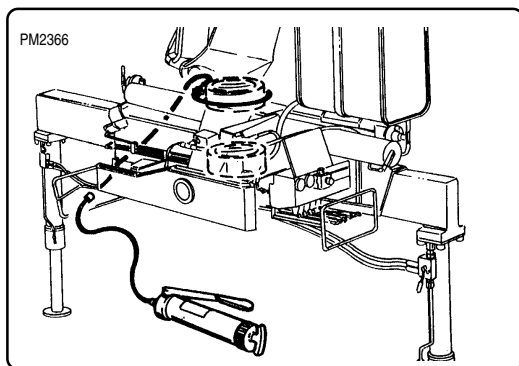

fig. 8.6.1
8.6 - Ingrassaggio boccole rotazione (fig. 8.6.1)
8.6 - Greasing the slewing system bushings (fig. 8.6.1)
L'ingrassaggio delle boccole della rotazione va effettuata immettendo grasso attraverso l'apposito ingrassatore (fig. 8.6.1) facendo ruotare contemporaneamente la gru (per il tipo di grasso vedi tabella a pag. 35/46).
The slewing bushing must be greased through the lubricator (fig. 8.6.1) to rotate simultaneously the crane (the quantities of grease are shown in table at page 35/46).